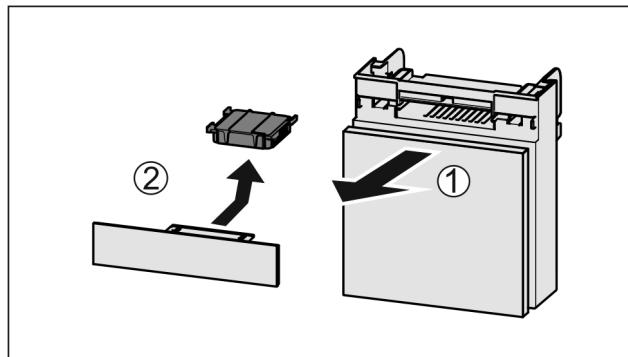

Fig. 147
- Потягніть Fig. 147 (1) відділення вперед.
- Витягнути Fig. 147 (2) фільтр з активованого вугілля.